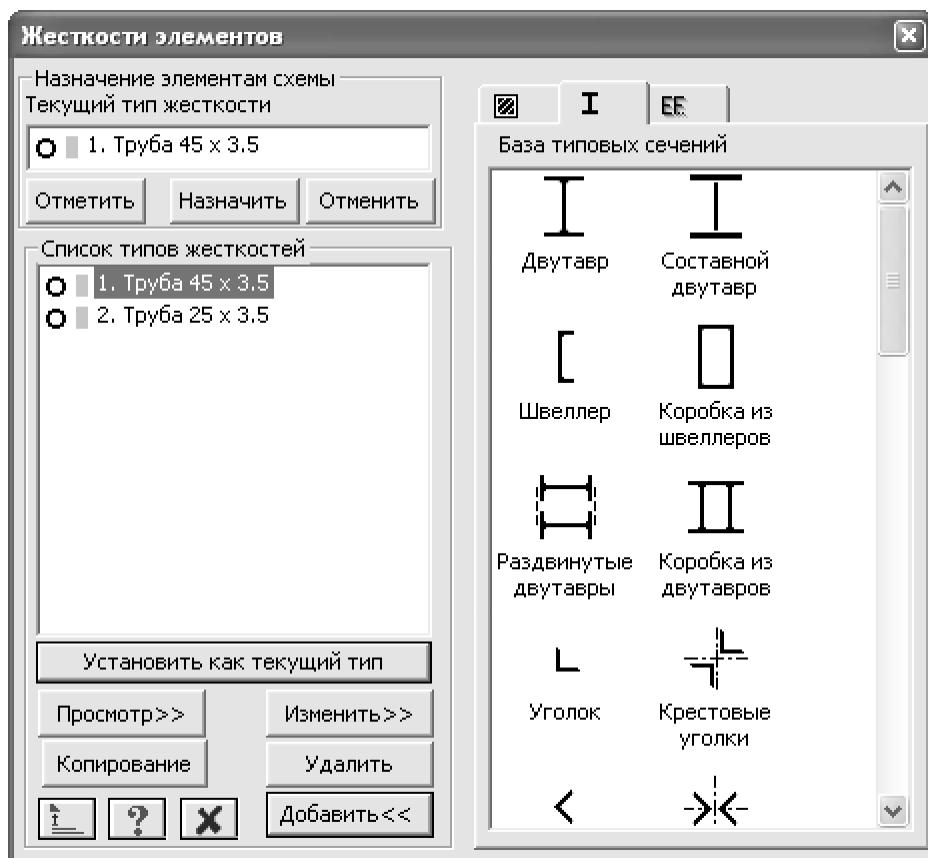

Рис.5.9. Диалоговое окно Жесткости элементов
- С помощью меню **Жесткости ⇒ Жесткости элементов** (кнопка  на панели инструментов) вызовите диалоговое окно **Жесткости элементов** (рис.5.9).